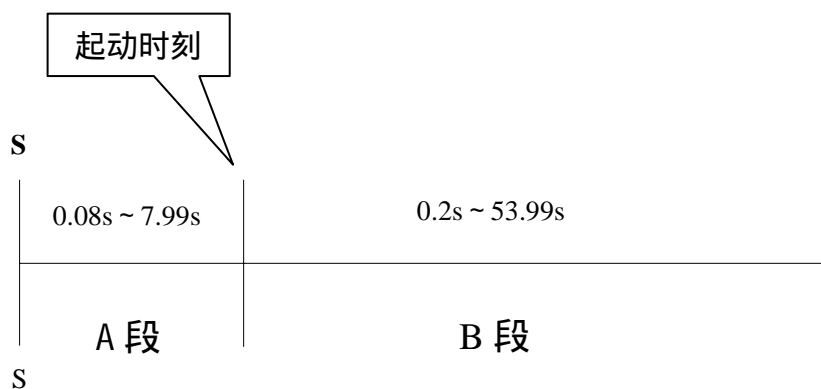

图 1-3-1
1. 模拟量记录的时间、方式及采样频率，如图 1-3-1 所示：
起动录波，符合起动条件中的任一条件则自动起动录波，由 S 点开始，按 A-B 时序顺序记录，参阅图 1-3-1。